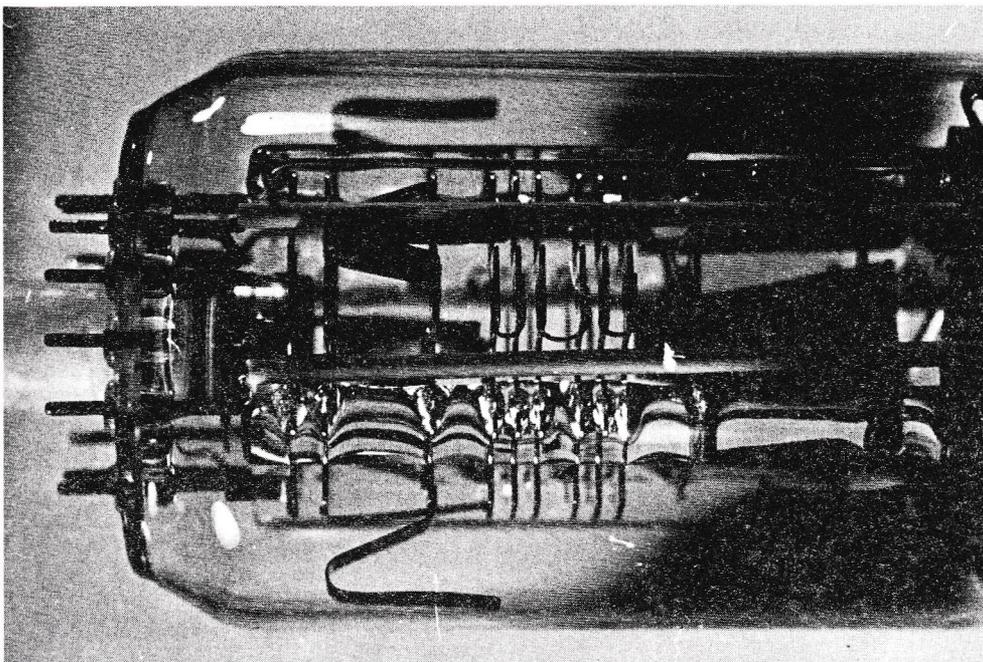

Figure 16
Tous les canons n'ont pas la belle simplicité de celui du DG7/32, pour lequel le constructeur a d'abord cherché un faible prix de revient. On en trouvera la preuve dans la photographie de la **figure 16**, qui montre le canon du tube D13-47GH de chez Brimar (2), prévu pour un écran rectangulaire de 9 cm sur 13 cm. L'augmentation du nombre des électrodes permet de mieux corriger les différentes aberrations inévitables dans un tube simple.
Pour que le vide se maintienne pendant l'utilisation, malgré le dégazage des électrodes portées à haute température, un « getter », c'est-à-dire une substance capable d'absorber les molécules gazeuses, est déposé sur une partie des parois. Ce getter est généralement constitué par une couche de baryum. C'est lui qui, dans la figure 16, apparaît sous forme de zones sombres dans le col du tube cathodique.
Les différentes électrodes sont reliées à des broches sur le culot du tube (voir figure 16). Seule l'électrode de post-accélération, quand elle existe, est sortie sur la paroi latérale, comme on peut le voir sur le grand tube